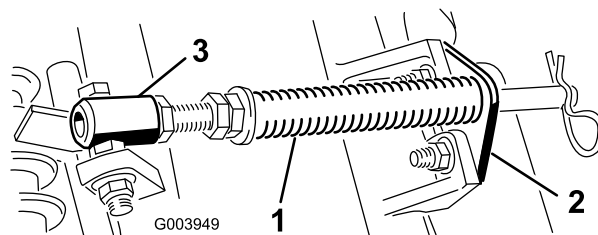

図 4
- A. カッティングユニットのタブにロッドブラケットを固定しているキャリッジボルト2本を外す(図 4)。
- B. スプリングチューブのボルトをキャリアフレームのタブに固定しているフランジナット(図 4)を外し、アセンブリを取り外す。